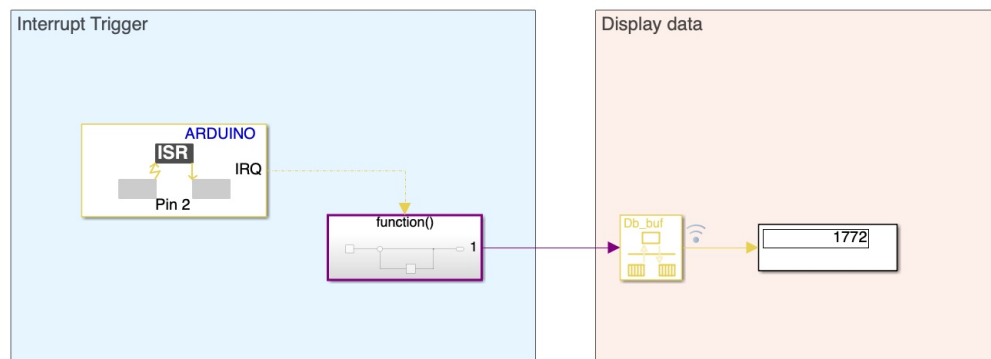

Figura 6: Bloques necesarios para leer el encoder del ventilador.
7. Se utilizará el bloque *display* para ver el resultado. Librería *Simulink*, carpeta *Sinks* se escoge el bloque *display* y se arrastra a la simulación. Se Conectamos los bloques como en la figura 6.